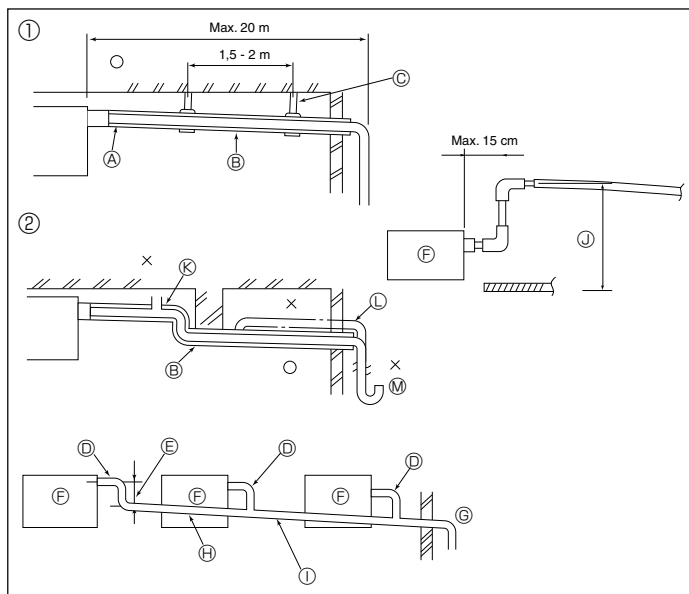

Fig. 5-1
5.1. Installatie van Draineerbuizen (Fig. 5-1)